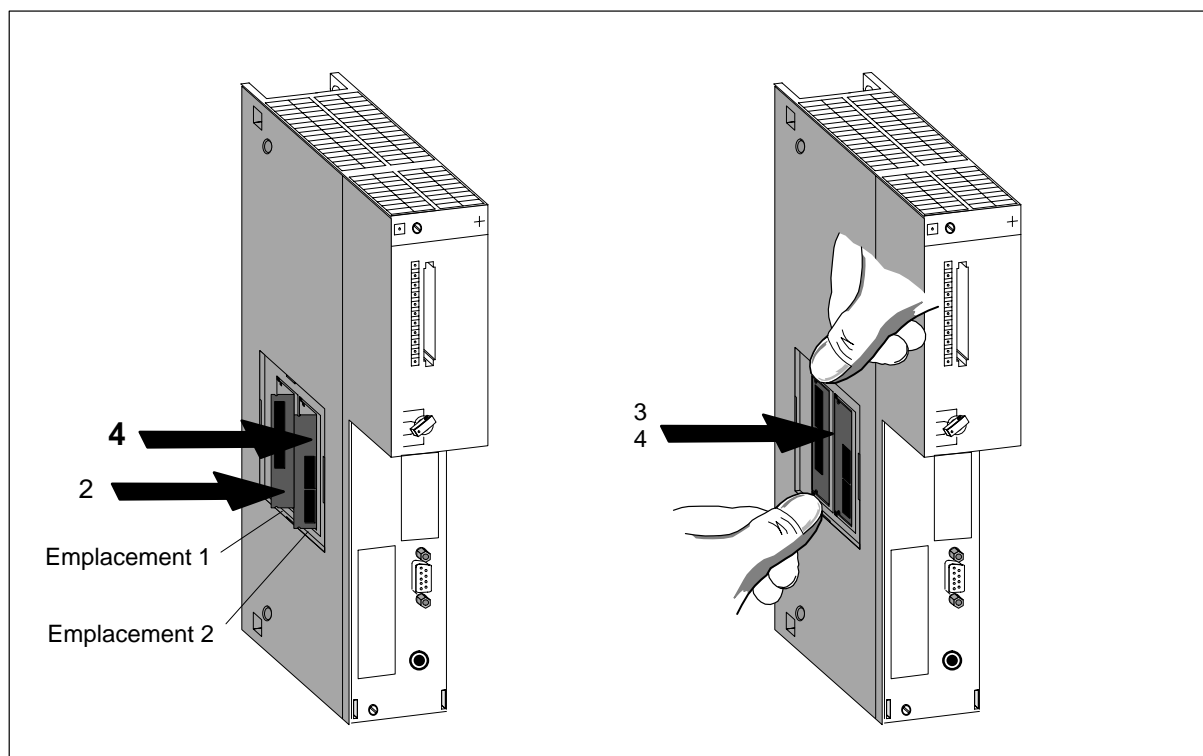

Figure 8-1 Mise en place des barrettes mémoire dans une CPU
2. Sous un angle de 45°, engagez à fond la barrette "DRAM" (de taille adéquate) dans l'emplacement 1 (voir figure 8-1).
3. Avec deux doigts, rabattez la barrette en direction du circuit imprimé pour l'encliqueter dans les deux ressorts latéraux (voir figure 8-1).
4. Engagez à fond la seconde barrette "DRAM" de même taille dans l'emplacement 2 (voir figure 8-1).